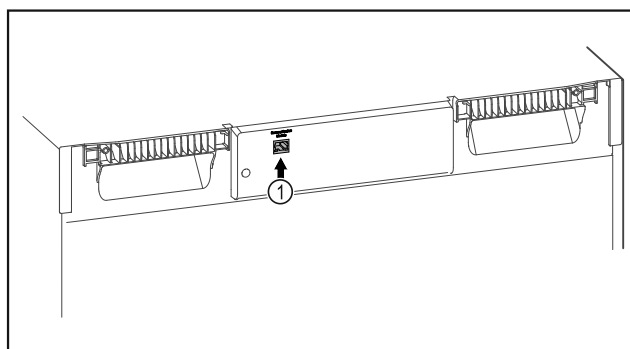

Fig. 114
- SmartModule Fig. 114 (1) ist eingesetzt.